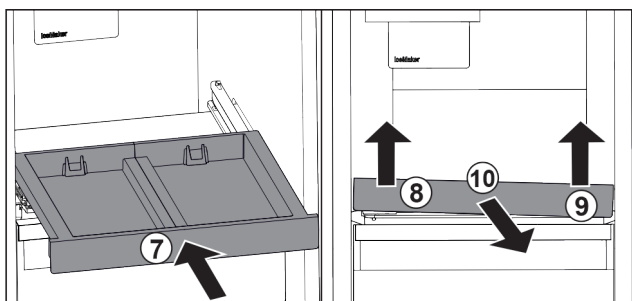

Fig. 119
- ▶ Zasuňte vysouvací přihrádku. Fig. 119 (7)
- ▶ Vysouvací přihrádku vpředu vlevo nadzvedněte. Fig. 119 (8)
- ▶ Vysouvací přihrádku vpředu vpravo nadzvedněte. Fig. 119 (9)
- ▶ Odeberte vysouvací přihrádku směrem dopředu. Fig. 119 (10)